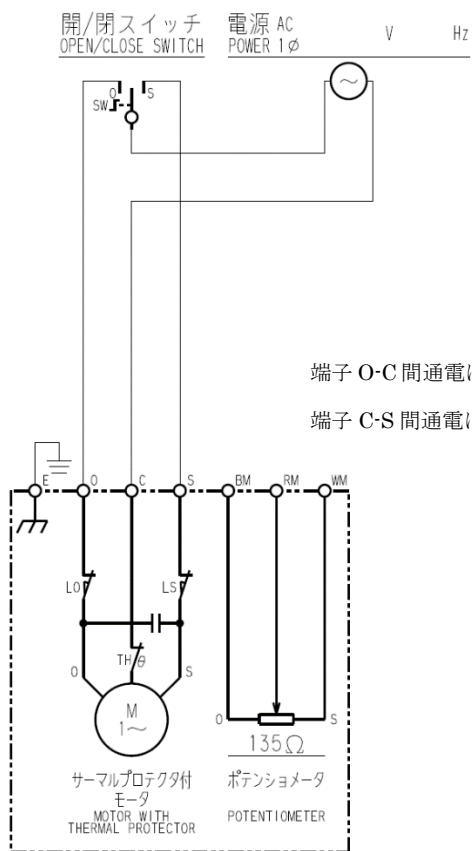

図 6 : C 形 (135Ω) 内部接続図
- (1) 端子箱カバーを取り外します。端子箱と端子箱カバーの間にはパッキンが入っていますので、紛失したり傷を付けないように注意してください。
- (2) ケーブルをケーブルグランドに通しケーブル先端に圧着端子を取付けます。圧着端子のかしめは適正工具で確実に行ってください。
- (3) 図6、7に制御動作Cの標準接続図を示します。制御動作CEやCX、その他特殊仕様の場合、本図通りでは無いことがありますので、接続図や仕様書で確認してください。
- (4) 端子台への接続は、プラスドライバーの2番を使用し確実に行ってください。
- (5) 配線終了後、パッキンの挟み込みに注意して端子箱カバーを取付けてください。